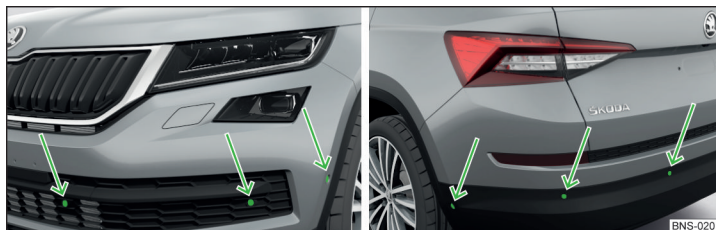

Fig. 268 Lieux d'installation des capteurs sur le côté gauche du véhicule : avant/arrière
- Maintenir les capteurs du système » fig. 268 à la page 233 propres ainsi que dépourvus de toute neige ou glace et ne jamais les recouvrir au risque d'entraver le fonctionnement.
Le système calcule sur la base d'ondes ultrasons la distance entre le pare-chocs et un obstacle. Les ondes ultrasons se trouvent, selon l'équipement du véhicule, dans le pare-chocs arrière ou également dans le pare-chocs avant » fig. 268.